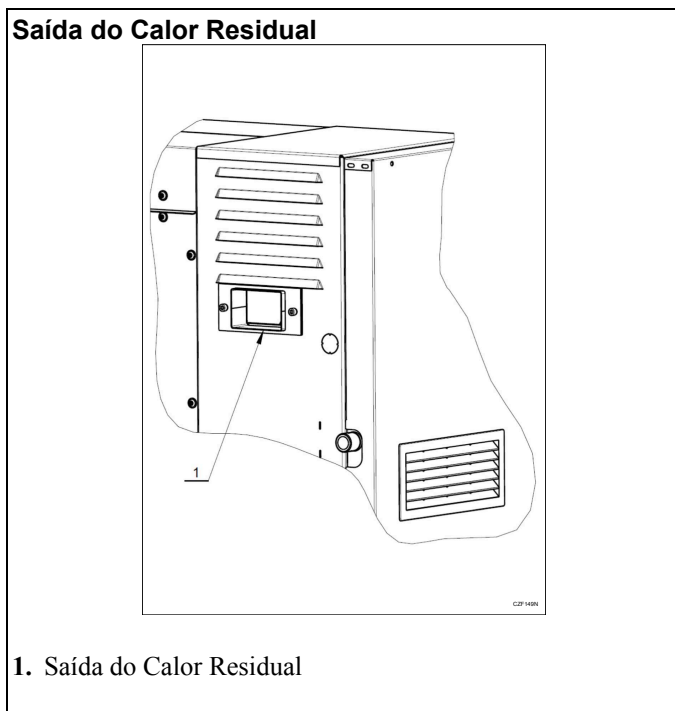

Figura 23
- Na parede traseira do suporte direito, existe uma saída do calor residual (1) - (Figura 23).